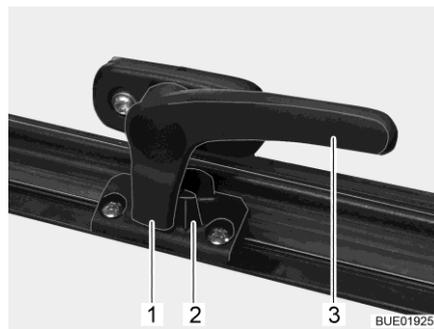

Fig. 12 Levier de verrouillage en position "Fermé"
- Tourner le levier de verrouillage (Fig. 12,3) d'un quart de tour vers le centre de la fenêtre.
- Tourner le levier de verrouillage (Fig. 12,3) d'un quart de tour vers le cadre de la fenêtre. Le tenon de verrouillage (Fig. 12,1) se trouve sur le côté intérieur du verrouillage de fenêtre (Fig. 12,2).
- En position "Fermé" (Fig. 12).